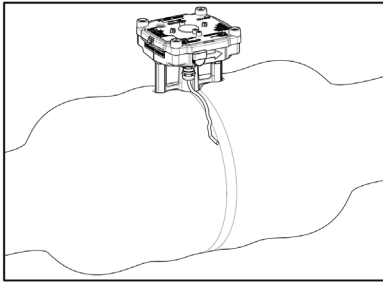

Abb.1: Isolierung bis zur Rippe des Elektronik-Halters
- Das Anschlussgehäuse (Elektronik) sowie die Rippe des Aluminium-Halters muss bei vollständiger Isolierung aus der Isolierung herausragen (Abb. 1)